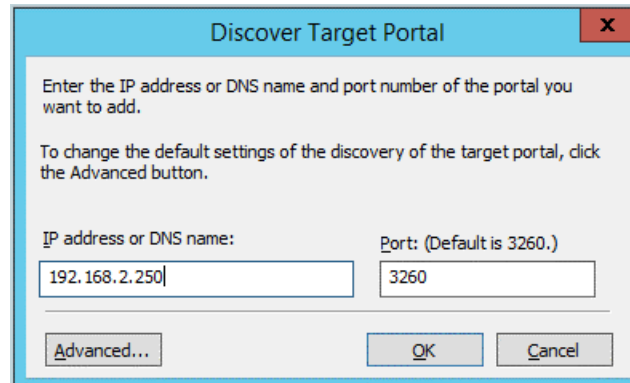

Figure 9-20. Adresse IP du portail cible
5. Dans la boîte de dialogue Détecter le portail cible (Figure 9-20) :